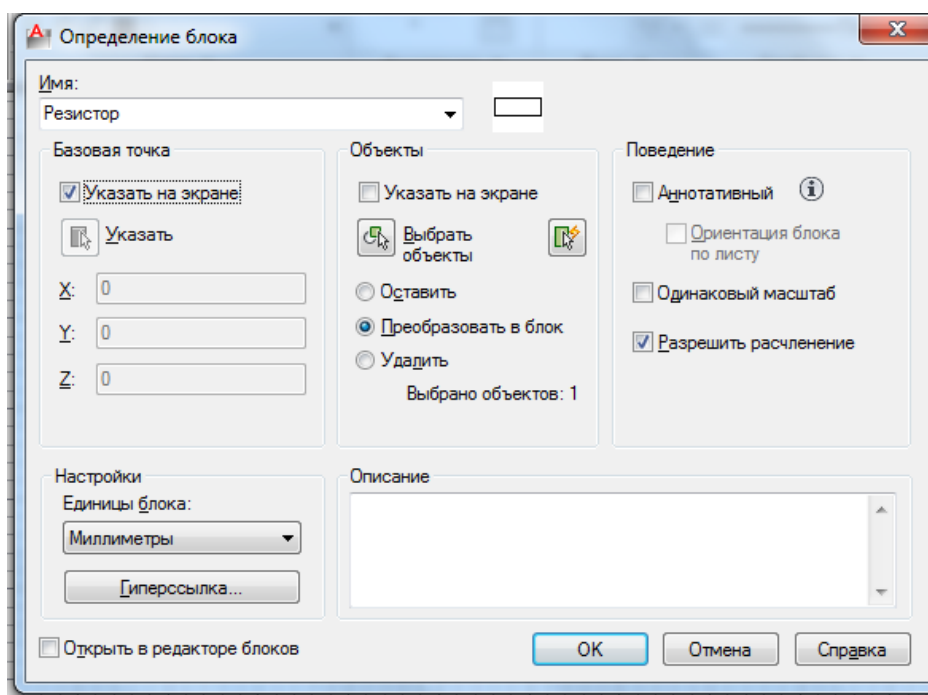

Рисунок 7.3 – Диалоговое окно *Определение блока*
6. В области *Объекты* задать параметры (см.рисунок 7.3).
Панель инструментов редакторов блока (рисунок 7.3) содержит инструменты для работы в редакторе блоков, создания динамических блоков и работы с состояниями видимости.